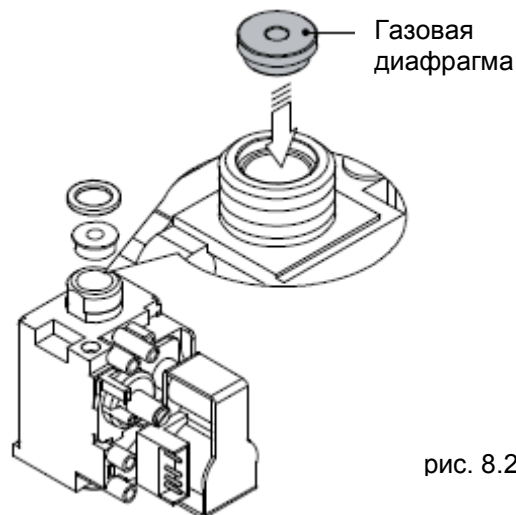

рис. 8.2
- Выполните переналадку на другой тип газа, правильно заменив газовую диафрагму (см. рис. 8.2), согласно указаниям, изложенным в разделе «4.4 Технические данные» на стр. 19